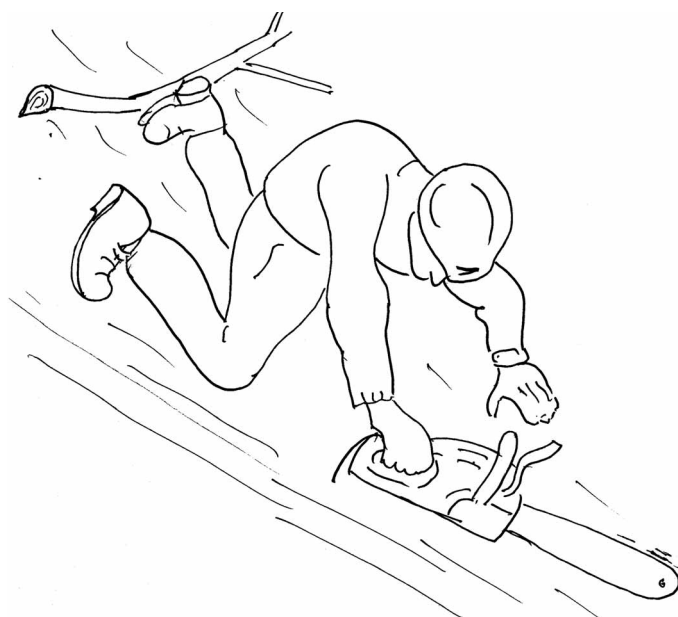

FIG. 074
- Una vez hecha la muesca. El corte de tala se hace lateralmente, atravesando el tronco con la espada, yendo a finalizar el mismo hacia atrás, en el punto opuesto a la muesca. **FIG. 074**